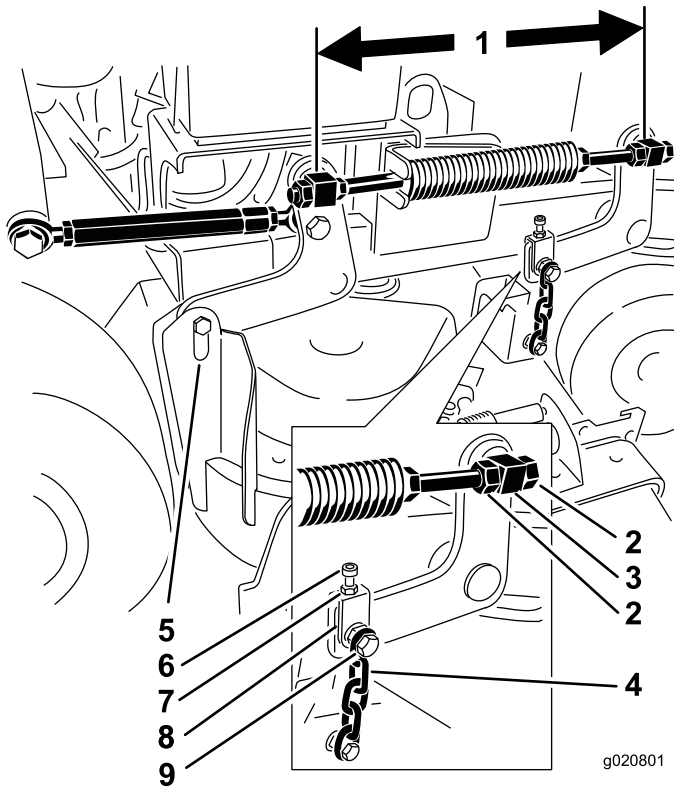

Figure 82
6. Contrôlez la distance entre les centres des pivots (entraxe) sur chaque tige filetée. La longueur nominale est de 49,5 cm pour les plateaux de coupe de 91 cm et de 43,7 cm pour les plateaux de coupe de 102 cm (Figure 82).
11. Si un réglage est nécessaire, desserrez le boulon de chaîne supérieur (Figure 82).
7. Desserrez les boulons de chaîne supérieurs (Figure 82).